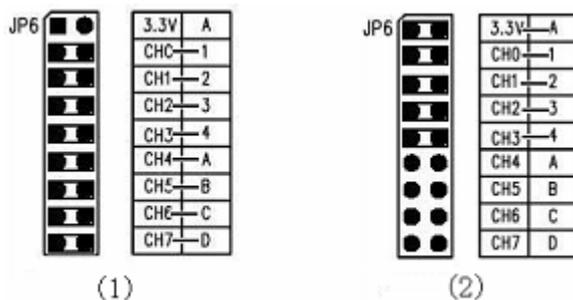

图 29 按键跳线示意图
4\*4 按键分 4 行 (A, B, C, D) 和 4 列 (1, 2, 3, 4), 可以通过交叉扫描来获取键值。另外, 也可以通过将 A 行公共端接 3.3V, 然后把 A 行的 4 个按键 (K1~K4) 当作独立按键来使用。作 4\*4 阵列按键请参考图 29 中 (1); 作 1\*4 独立按键使用请参考图 29 中 (2)。